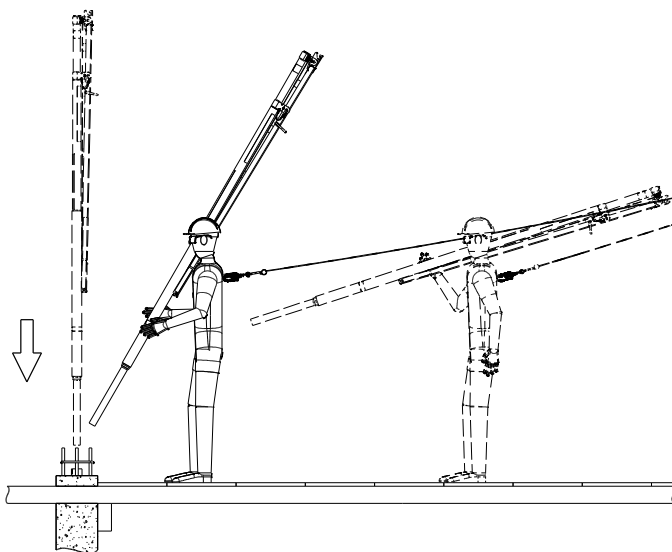

Bild 22. Förflyttning av SkyReach Förankringsenhet för hand.
1. Ta bort plastpluggen från Ingjutningshylsan. Bär SkyReach Förankringsenhet i sitt ihopfällda läge till sin position vid betongpelaren. Bär på axeln för enklare transporter, se Bild 22. Sänk ned Förankringsenheten och sätt den i hylsan. Säkerställ att SkyReach Förankringsenhet är korrekt isatt i Ingjutningshylsan.